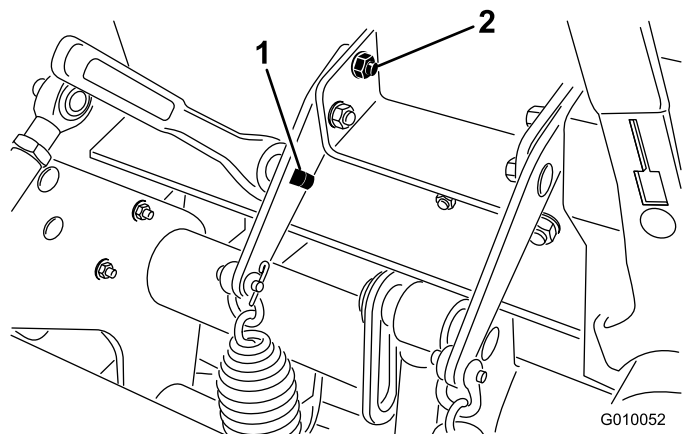

Figure 28
3. Insérez un manche à rochet de 1/2 pouce ou une barre de levier dans le trou carré de la patte de tension du ressort (Figure 28).